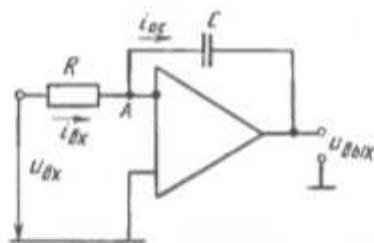

Рис. 16.20
3. Интегрирующий усилитель. В интегрирующем усилителе напряжение на выходе постепенно достигает определенного значения (интегрирует входной сигнал). Приведенная на рис. 16.20 интегрирующая схема отличается